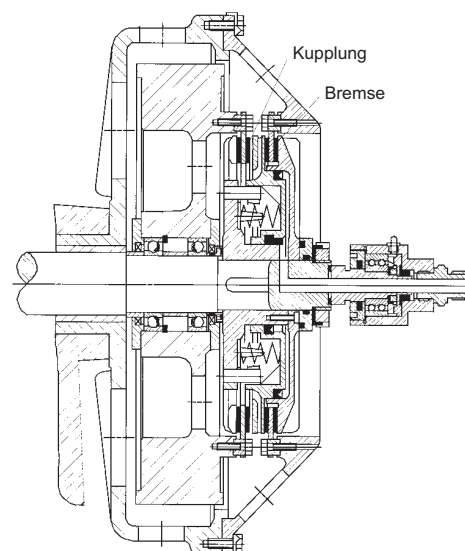

Bild 1: Kupplungs-Brems-Kombination
- Pressen mit Kupplungs-Brems-Kombination (Bild 1),